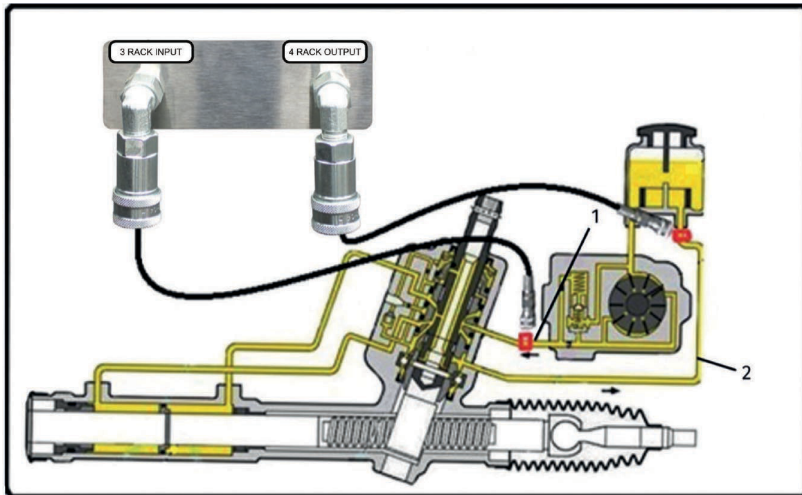

Figura 5. Conexión al sistema de dirección hidráulica cuando se lava el sistema:
1. Conecte la máquina al sistema hidráulico del vehículo como se muestra en la figura 5: